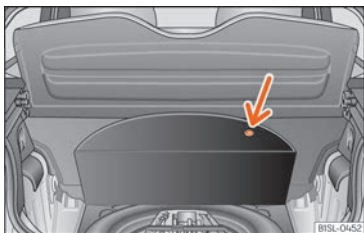

Fig. 78 Al maleter: moqueta aixecada.
»» **fig. 78.**
• Aixequi la moqueta per l'escotadura (fletxa) »» **fig. 78.**